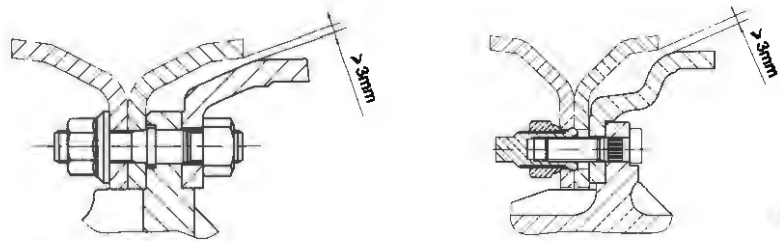

图16
- (4) 制动鼓内置式的锁紧螺母为自锁螺母，最多只能装拆两次，之后必须更换。
- (5) 车轮轮辐与制动鼓的径向间隙要求如图16所示，两者决不能相碰。